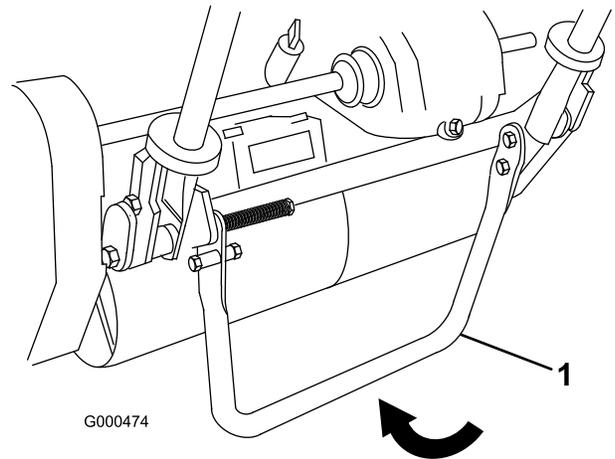

图12
1. 用脚踩下支撑架，向上拉起手柄支架，直至支撑架向前旋转并通过中心位置 (图12)。